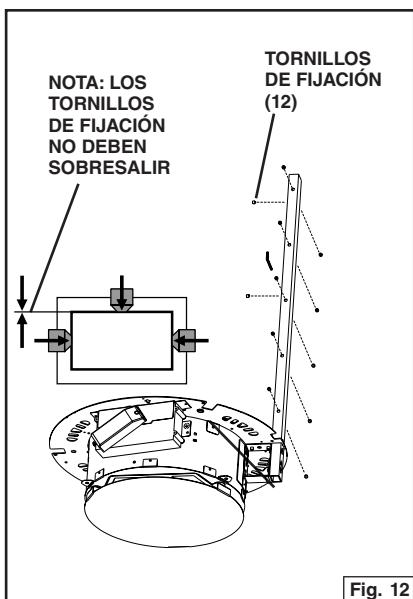

Fig. 12
4. Inserte 12 tornillos de fijación en cada brazo de apoyo inferior. Asegúrese de que los tornillos no sobresalgan de la sección interior del brazo. Fig. 12.